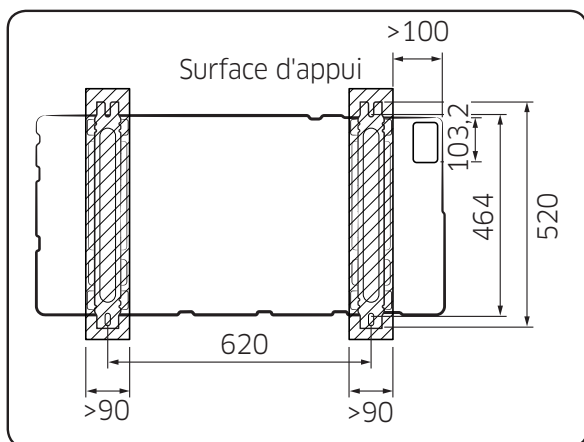

Figure 1
- Comme illustré sur la figure 1, assurez-vous que la partie hachurée se trouve sur la surface d'appui, sans suspension.
- Comme illustré sur la figure 1, les quatre bases d'installation doivent être solidement fixées à la plate-forme du socle par les boulons (préparez quatre jeux de boulons M10 avec écrous et rondelles adaptés qui sont utilisés sur site).
- Assurez-vous que la partie hachurée de la figure 1 est bien installée sur la surface d'appui, sans suspension.
- Le socle dans le sol qui est plus grand que le pied portant du climatiseur (90 mm de large et 520 mm de longueur) doit être utilisé pour soutenir le climatiseur (cf. figure 1) ; le caoutchouc doit être entièrement placé sur la totalité de la surface d'appui.
- Le mode d'installation indiqué ci-dessus doit garantir que la partie hachurée de la figure 1 se trouve bien sur la surface d'installation.